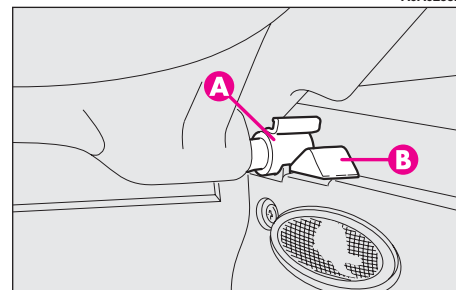

fig. 19
- dégager les broches (A-fig. 19) placées à l'extérieur de la tablette de leurs sièges (B) aménagés dans les supports latéraux, puis sortir la tablette vers l'extérieur.